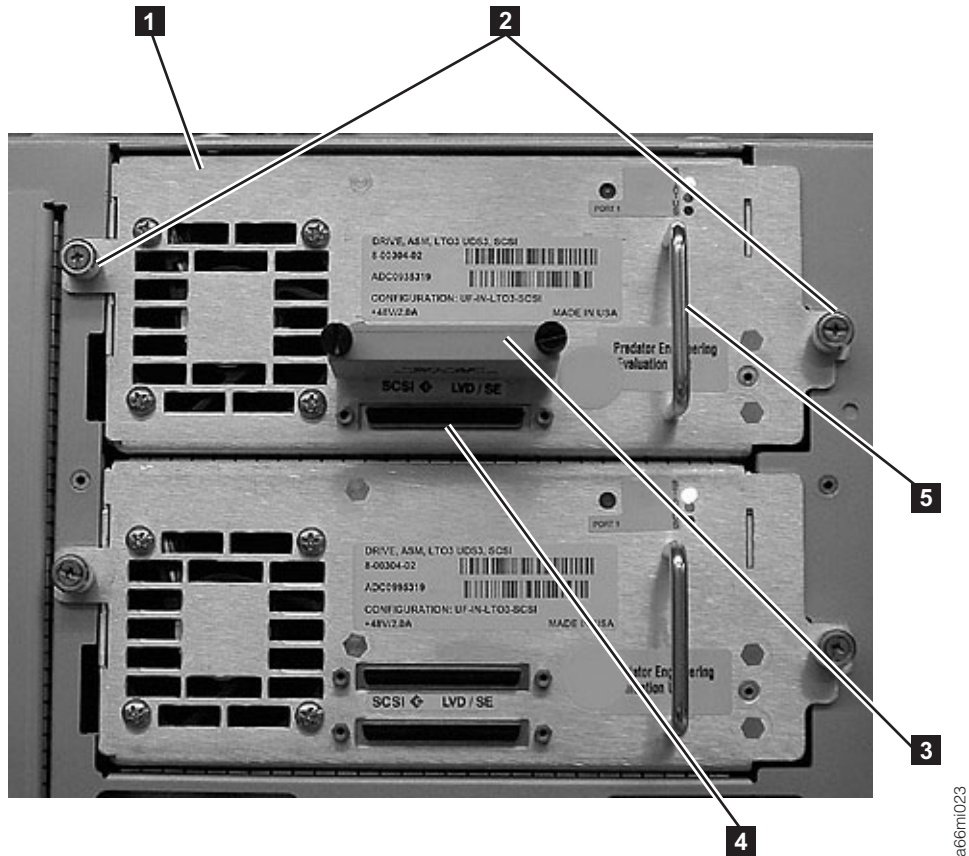

Abbildung 11-5. Steuermodul mit zwei Laufwerkschlitzen
- b. Wurde der Laufwerkschlitten eingeschoben (**1** in Abb. 11-5 auf Seite 11-8), ziehen Sie die Rändelschrauben (**2** in Abb. 11-5 auf Seite 11-8) durch Drehen im Uhrzeigersinn an, um das Laufwerk am Modul zu befestigen.
- c. Schließen Sie die Hostschnittstellenkabel an das Laufwerk an. In der in Abb. 11-5 auf Seite 11-8 gezeigten Beispielkonfiguration wird der unterste SCSI-Anschluss (**4** in Abb. 11-5 auf Seite 11-8) zum Verbinden des Moduls mit dem Host benutzt, und der SCSI-Bus-Abschluss-Stecker wird in den obersten Anschluss (**3** in Abb. 11-5 auf Seite 11-8) eingesteckt.
3. Lösen Sie die beiden Rändelschrauben (**2** in Abb. 11-5 auf Seite 11-8), mit denen das Laufwerk befestigt ist, indem Sie die Rändelschrauben gegen den Uhrzeigersinn drehen.
4. Ziehen Sie das Laufwerk aus dem Kassettenarchivmodul. Fassen Sie den Griff (**5** in Abb. 11-5 auf Seite 11-8) an, und ziehen Sie das Laufwerk langsam heraus. Stützen Sie dabei das Laufwerk unten mit der Hand ab.
2. Ziehen Sie die beiden Rändelschrauben (2 in Abb. 11-5 auf Seite 11-8) an, mit denen das Laufwerk befestigt wird, indem Sie die Rändelschrauben im Uhrzeigersinn drehen.